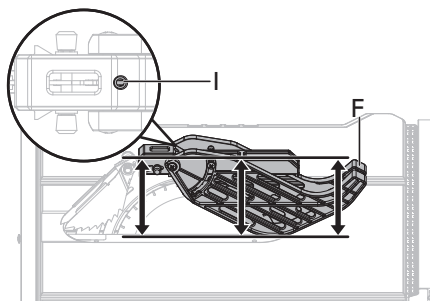

Fig. 9c
- Si la protección de la cuchilla no está paralela a la mesa cuando el separador está en la posición más elevada (cortes con traspaso), ajuste el tornillo (I) según sea necesario (Fig. 9c).